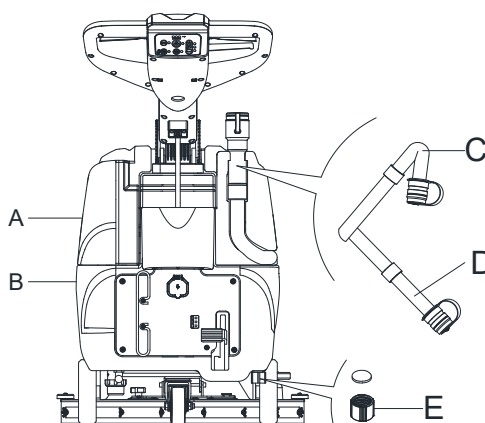

Рис. 11
При сливе грязной воды вакуумная трубка для грязной воды должна быть пережата (С, Рис. 11) и опущена в нижнее положение (D, Рис. 11), затем откройте крышку вакуумной трубки для грязной воды и слейте воду. Не направляйте выходное отверстие вакуумной трубки для отходов вверх, чтобы сливать воду вертикально. Это позволит избежать попадание отработанной воды на оператора.
8. Слейте воду из бака моющего средства через крышку слива (E, Рис. 11). После эксплуатации промойте бак чистой водой.
2. Слейте воду из баков (А и В, Рис. 11), как показано в предыдущем пункте.